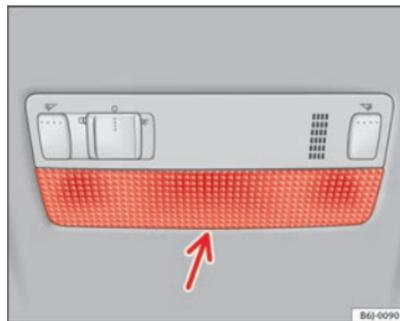

Fig. 156 Luz de lectura delantera
- Introduzca un destornillador fino por su parte plana entre la carcasa y el cristal ⇒ fig. 156.